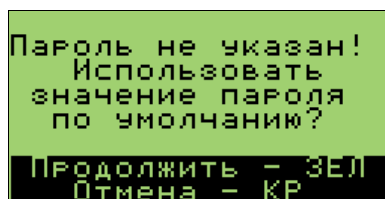

Рис. 9. Подтверждение использования пароля по умолчанию
3. Введите пароль. Если используется пароль, заданный по умолчанию, введите пустую строку. Появится запрос на подтверждение использования пароля по умолчанию (см. Рис. 9).